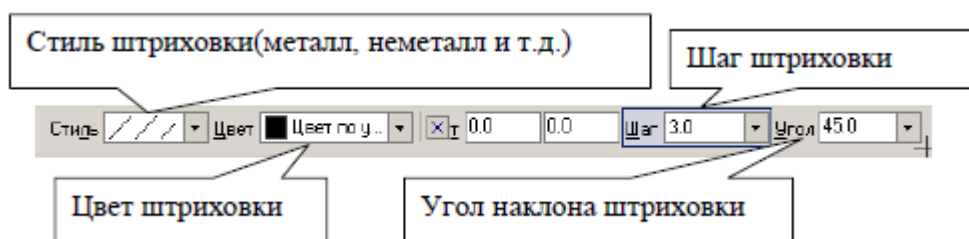

Рис. 10.
6. Для выполнения штриховки на панели **Геометрия**, активизируйте команду **Штриховка**. Параметры штриховки при ее создании и редактировании отображаются в отдельных *полях Строки параметров*, рис. 10.